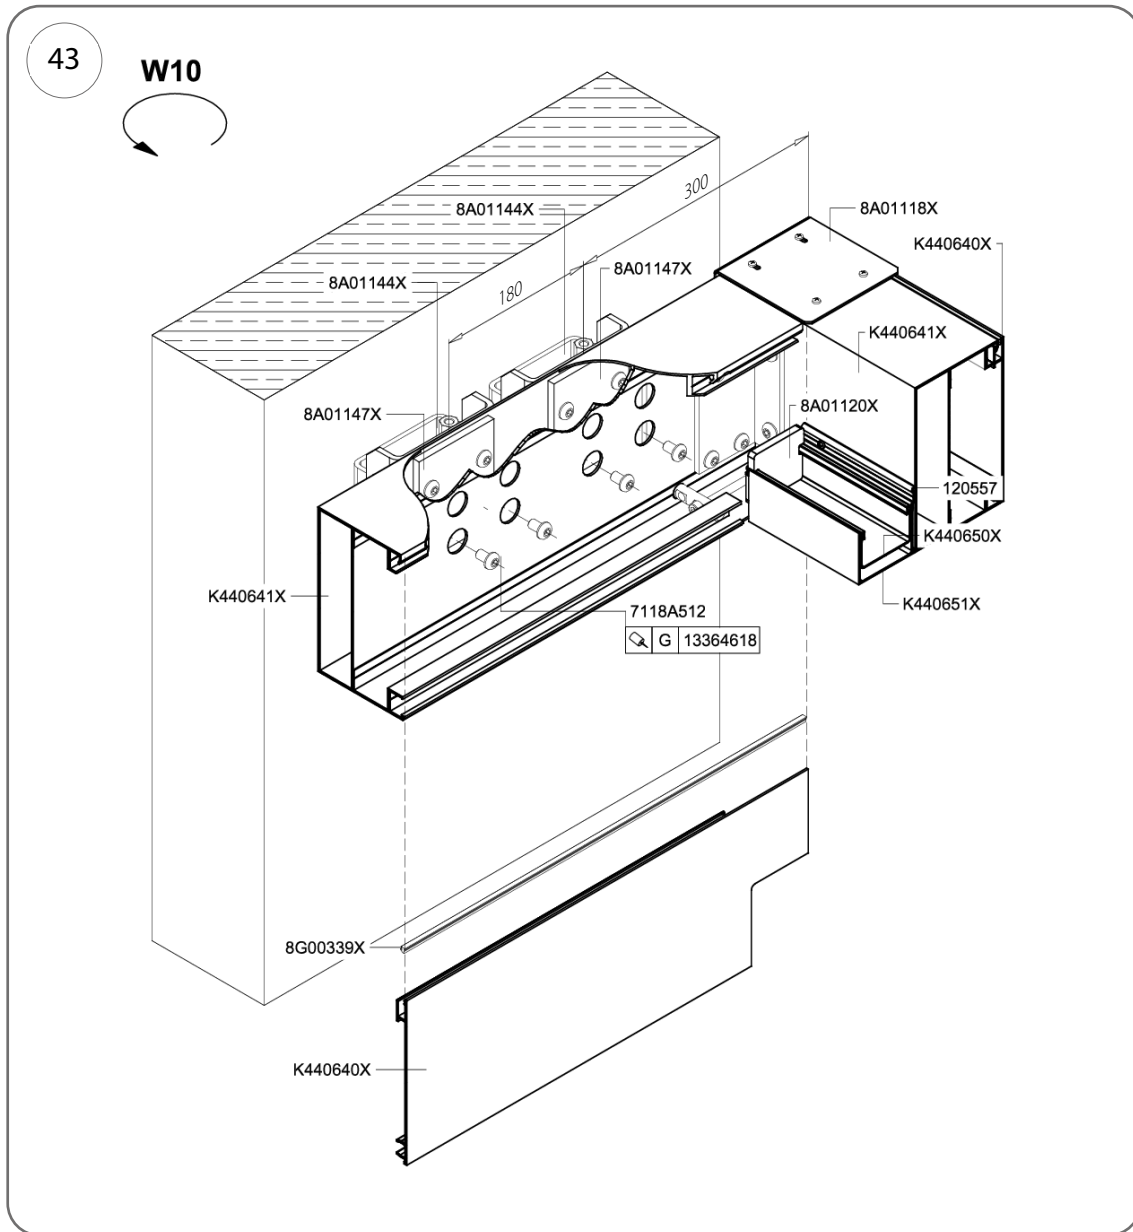

Fig. 43
2. Un punct de fixare a grinzilor este format din două console 8A01144X cu o distanță de la centru la centru de 180 mm, iar centrul primei ancore trebuie să se afle la 300 mm de suprafața exterioară a căpriorului la nodul W10 (Fig. 43).